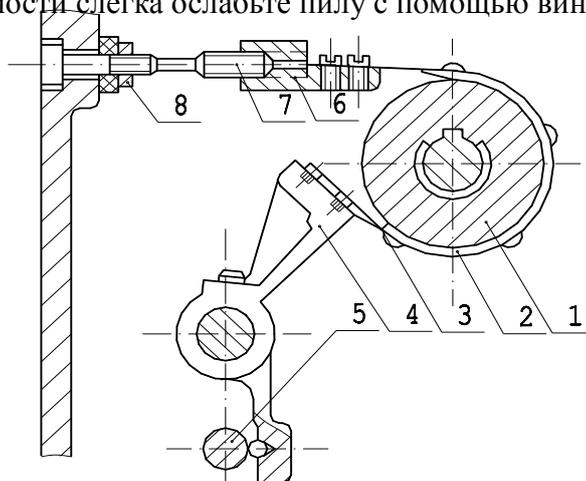

Рис.14 Тормозной механизм шпинделя
Тормозной шкив 1 (Рис. 14) установлен на оси IV. Тормозная лента (2) шкива крепится к регулируемым стержням (4) и (6) с помощью винта (3). Когда ведущий вал (5) перемещается аксиально, выступающая часть ведущего вала 5 посредством стержня (4) приводит в действие ленту (2). При установке рычагов (7) (Рис. 7) в положение “стоп”, шпиндель немедленно останавливается. Если этого не происходит, необходимо затянуть тормозную ленту (2) с помощью винта (7) и гайки (8). При затяжке убедитесь в том, что тормозная лента достаточно ослаблена. Также рычаг (7) (Рис. 7) должен быть установлен положение “стоп”. При необходимости слегка ослабьте пилу с помощью винта (7) и гайки (8).